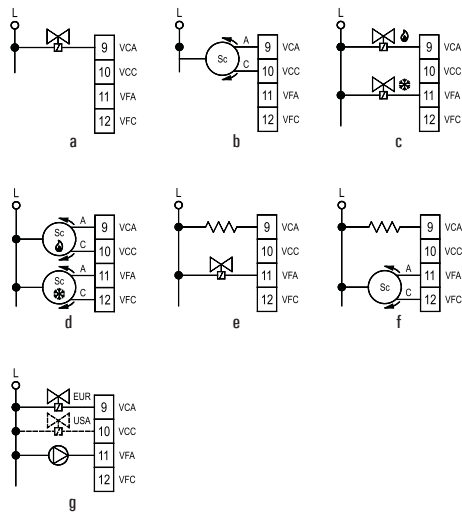
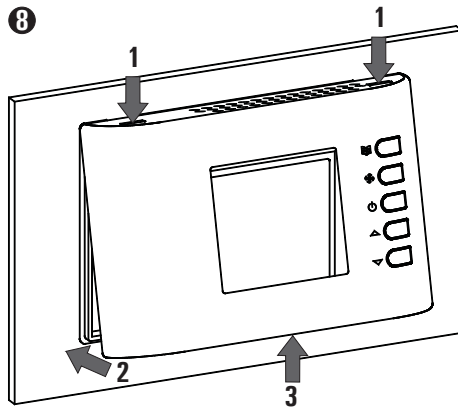

Fig. 8: Possibili varianti per connessione valvole
Fig. 9
- ⑥ Impostare correttamente, se necessario, i jumper **JP1, JP2, JP3, JP4** e **JP5**. Leggere attentamente il paragrafo "SELEZIONE JUMPER" a pagina 5 ed il paragrafo "COLLEGAMENTI ELETTRICI".
- ⑦ Eseguire i collegamenti elettrici seguendo lo schema di collegamento di Fig. 7 e le possibili varianti in Fig.8; leggere attentamente il paragrafo "COLLEGAMENTI ELETTRICI".
- ⑧ Richiudere il termostato eseguendo le seguenti operazioni:
- Ruotare la calotta e spingere verso l'interno, con un dito, la linguetta plastica posta sulla parte inferiore della base (indicata dalla freccia in Fig. 9) ed esercitare una pressione che faccia scattare la linguetta plastica di fissaggio all'interno dell'apposito foro.